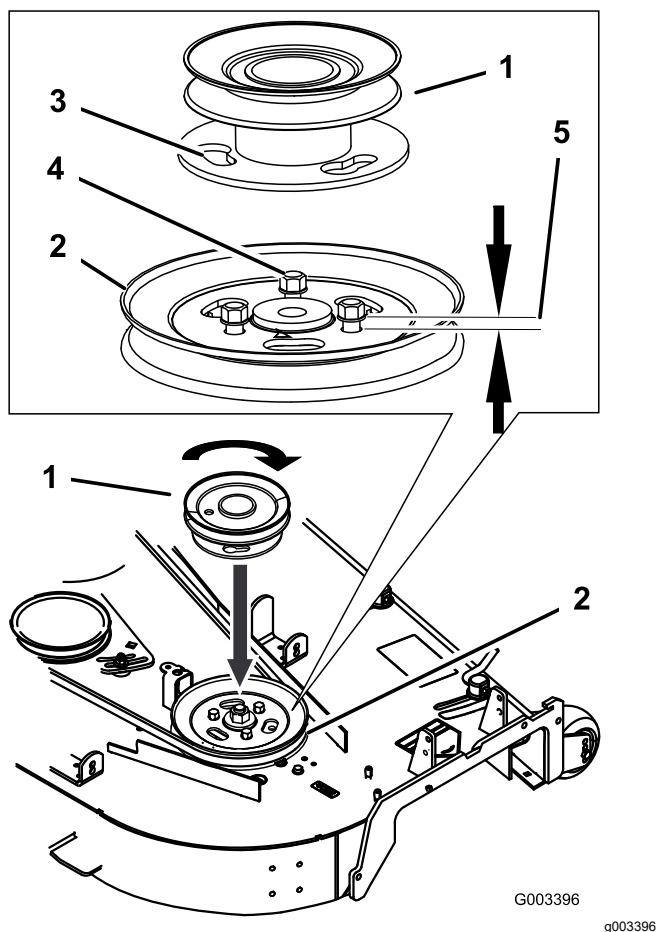

Figura 11
1. Afloje pero no retire los pernos de rosca en la polea de la carcasa de la segadora existente (Figura 11).
2. Alinee el nuevo conjunto de polea de modo que las aperturas se ajusten a los cabezales de los pernos de la polea (Figura 11).
3. Gire la polea para bloquearla en su posición (Figura 11).